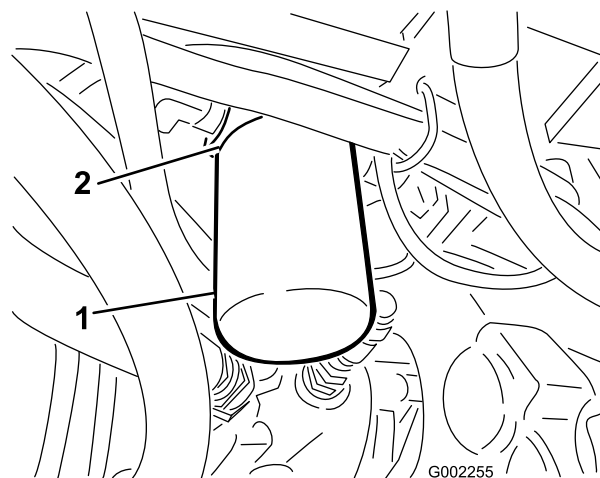

Figure 59
2. Nettoyez la zone autour de la surface de montage du filtre (Figure 59).
4. Retirez le filtre (Figure 59).
5. Lubrifiez le joint du filtre neuf (Figure 59).